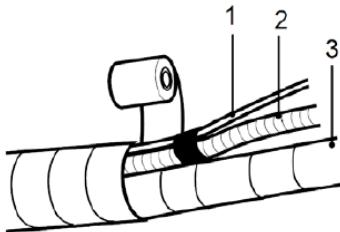

fig. 24 -
- Depois de envolver os tubos com material de proteção, conecte o cabo de conexão elétrica (1-"fig. 24 -"), o tubo de drenagem de condensado (2-"fig. 24 -") e os tubos (3-"fig. 24 -").